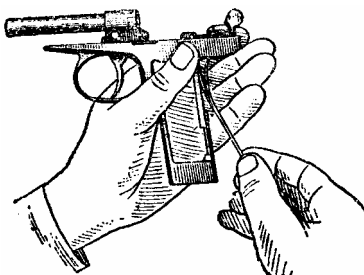

Рис.29. Присоединение боевой пружины к рамке.
7. Присоединить боевую пружину к рамке. Положить пистолет на ладонь левой руки; повернув спусковой крючок вперед, а рычаг взвода вверх, правой рукой ввести перья боевой пружины в окно рамки и надеть пружину отверстием на прилив основания рукоятки так, чтобы широкое перо боевой пружины расположилось в углублении курка, а узкое перо на пяточке рычага взвода (рис.29).